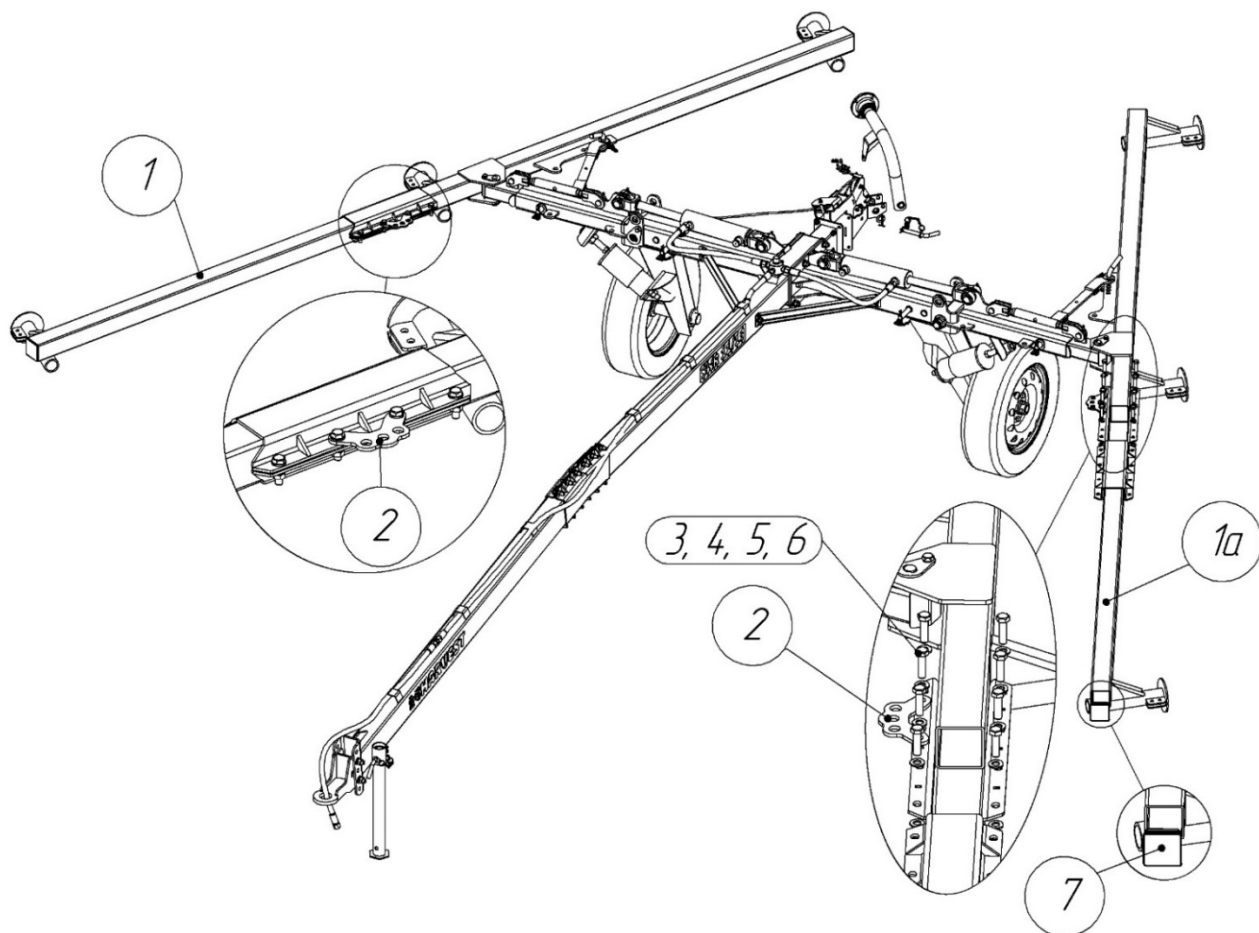

Рисунок 10 – Установка удлинителя бруса навески
Монтаж удлинителя бруса навески осуществляется посредством совмещения замкового соединения удлинителя левого (1а) и бруса навески левого. Зафиксируйте замковое соединение используя болты М12х45 (3, 4, 5, 6), установив переходник (2) с внутренней стороны грабель. Далее повторите операцию установки удлинителя для противоположной стороны грабель. Во избежание попадания воды и грязи во внутрь навески, закройте торцы навески используя декоративные заглушки 80х80 (7) (рисунок 10).